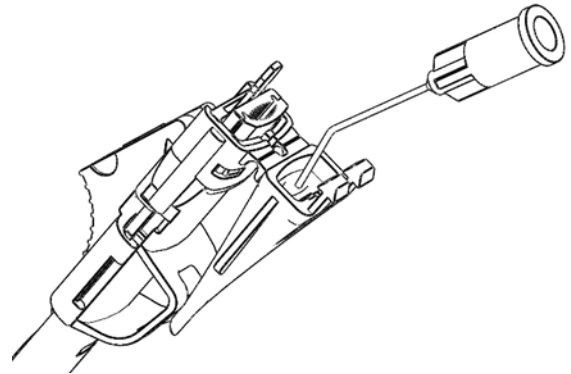

Fig 3.
5. Injectați material viscoelastic în cartuș din partea posterioară așa cum apare în Fig. 3